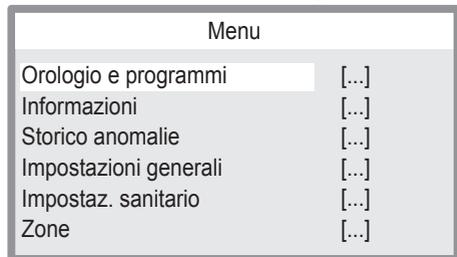

Figura 2.12
- Premere i tasti 12 o 13 (Figura 2.10) per selezionare il menu desiderato (Figura 2.12).